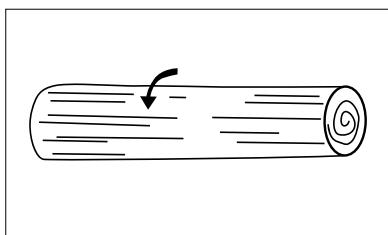

Fig. 20
1. Când bușteanul este poziționat pe suport pe toată lungimea, manevrați ferăstrăul cu lanț de sus în jos și concomitent fiți atenți să nu atingeți pământul cu lanțul (Fig. 20).